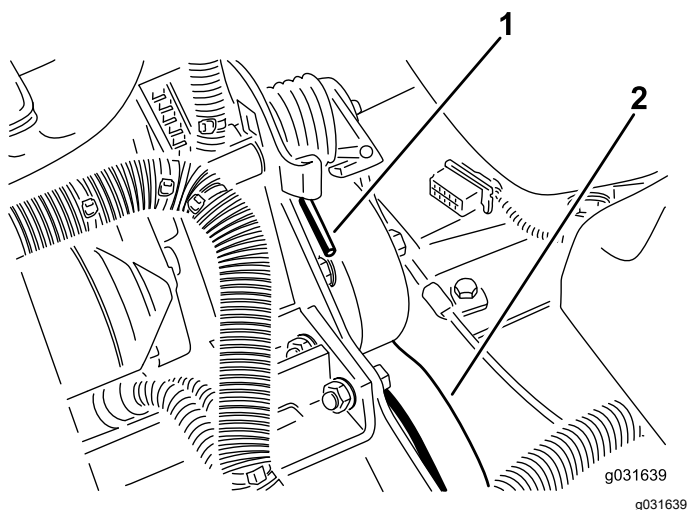

Figura 60
2. Empurre a mola para a frente e para trás para a desprender do apoio e libertar a tensão da mola (Figura 60).